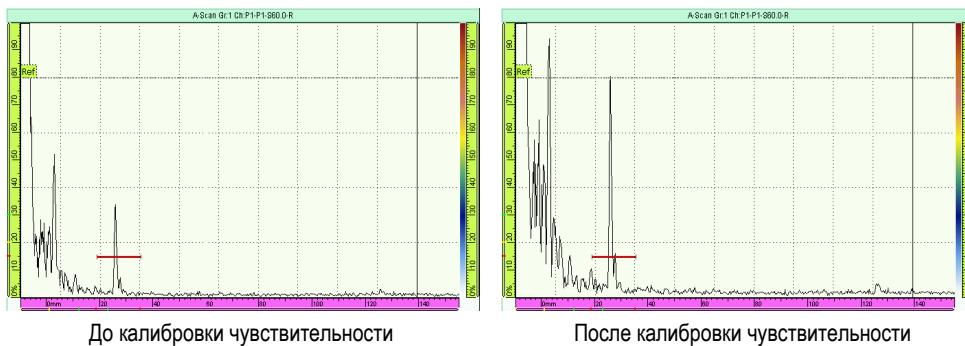

Рис. 5-13 Сигнал от опорного отражателя до и после калибровки чувствительности
3. Выберите **Настройки УЗ > Расшир. > Опорн. ампли.** и введите значение опорной амплитуды (в примере на Рис. 5-13 на стр. 136 это 80 %).
На Рис. 5-13 на стр. 136 показан сигнал от опорного отражателя до и после нажатия команды **Задать ХХ.Х%**.